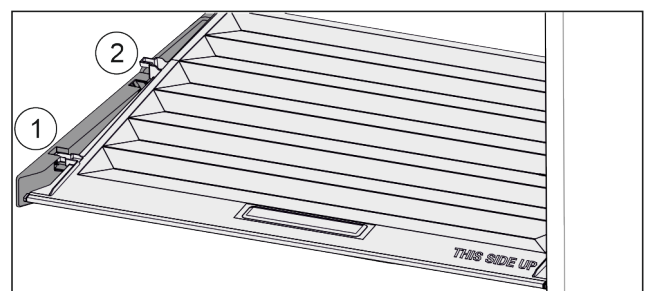

Fig. 114
- ▶ Deslice la tapa hacia delante hasta la abertura de las piezas de sujeción Fig. 114 (1).
- ▶ Levántela por detrás desde abajo y retírela tirando hacia arriba Fig. 114 (2).